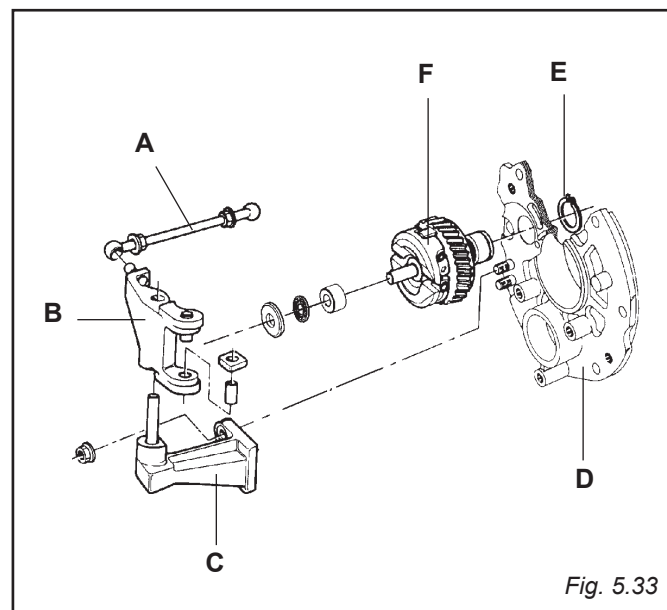

Fig. 5.33
5.44 GOVERNOR (SUN 2105 - 3105 ENGINES) (FIG. 5.33)